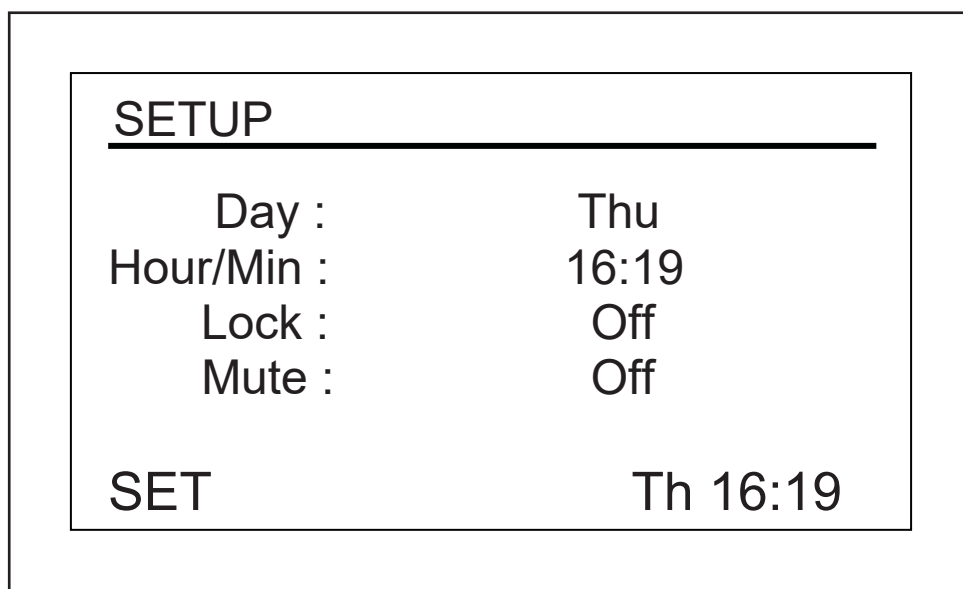

Рис. 9-5: Экран настройки (Setup screen)
1. Поверните ручку, чтобы выделить день недели (*Thu* в примере экрана, (см. рис. 9-5 на стр. 54)), затем нажмите на ручку один раз.
1. Поверните ручку пуравления, чтобы выделить время (16:19 в примере экрана, (см. рис. 9-5 на стр. 54)), затем нажмите на ручку один раз.
Текущий статус (*Off* в примере экрана, (см. рис. 9-5 на стр. 54)) начнет мигать.